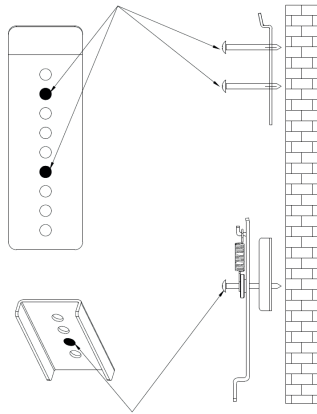

Abb. 2
2. Oberer Montagewinkel | Montieren Sie die Wandwinkel C mit den M5x40 Schrauben gemäß Abb. 2.